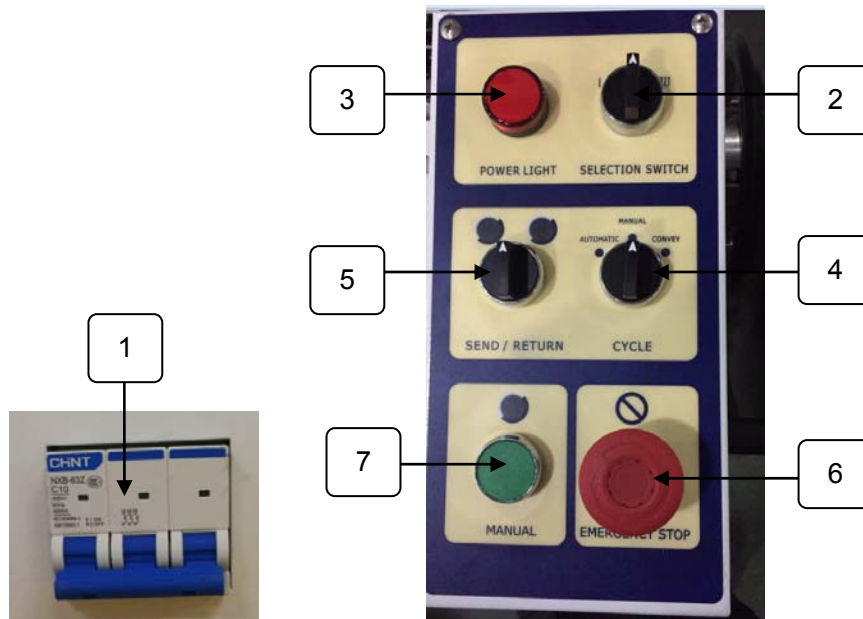

图 4-5
- ①.按 4-6 条款所示的方法将捆扎带穿好。
- ②.接通图 4-5 所示空气开关 1。
- ③.将捆包物放于机器上，靠紧阻挡器。
- ④.将带子绕过捆包物，顺着插带槽插入，机器即自动捆包。
如图 4-5 所示：